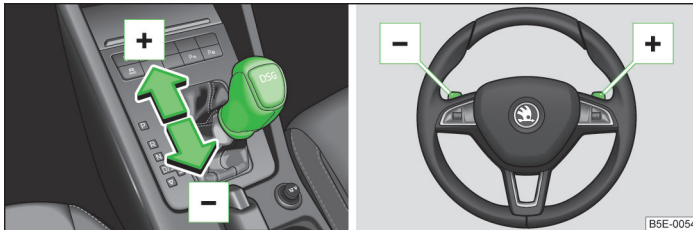

Abb. 123 Wählhebel und Multifunktionslenkrad
- » Den Wählhebel nach vorn » Abb. 123 tippen.
- » Die rechte Schaltwippe » Abb. 123 kurz zum Lenkrad ziehen.
- » Den Wählhebel nach hinten » Abb. 123 tippen.
- » Die linke Schaltwippe » Abb. 123 kurz zum Lenkrad ziehen.
» Eine der Schaltwippen kurz zum Lenkrad » Abb. 123 ziehen.